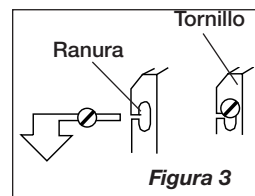

Figura 3
- Instale el Ventilador en la ventana enganchando las Ranuras en los Tornillos en el marco de la ventana. Deslice el Ventilador hacia abajo en los Tornillos hasta que descansa sobre la parte inferior del marco. (Figura 3)